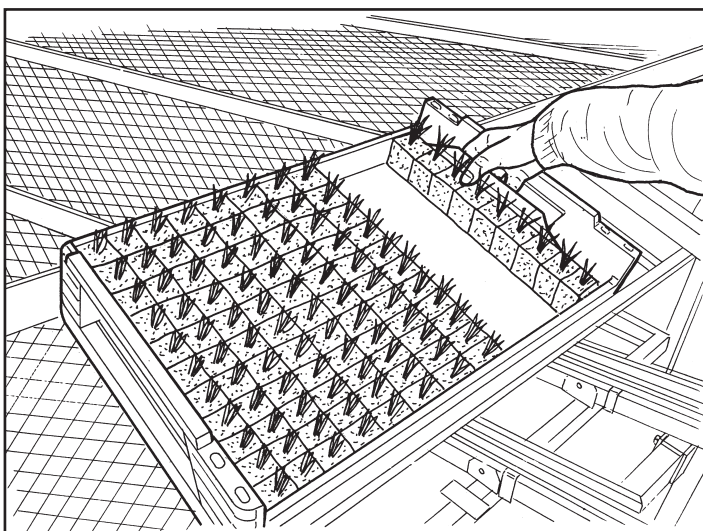

Fig. 2
- Usando l'apposita paletta, prelevare le file di piante (**Fig. 2**) e caricarle sul nastro trasportatore (**Fig. 3**), fino al riempimento dello stesso.
- Using the appropriate shovel, pick-up the rows of plants (**Fig. 2**) and load them onto the transporting belt (**Fig. 3**), until filling of the same.
- En utilisant la palette appropriée, prélever les rangs de plants (**Fig. 2**) et les charger sur la bande de transport (**Fig. 3**), jusqu'à son remplissage.
- Usando la palita correspondiente, sacar las filas de plantas (**Fig. 2**) y cargarlas en la cinta transportadora (**Fig. 3**), hasta llenar la misma.